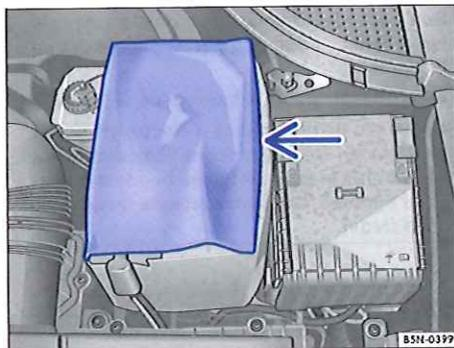

Fig. 197 Dans le compartiment-moteur : rabattement du soufflet de la batterie du véhicule.
- Dans le cas d'un soufflet ⇒ fig. 197 : rabattez le cache sur le côté.